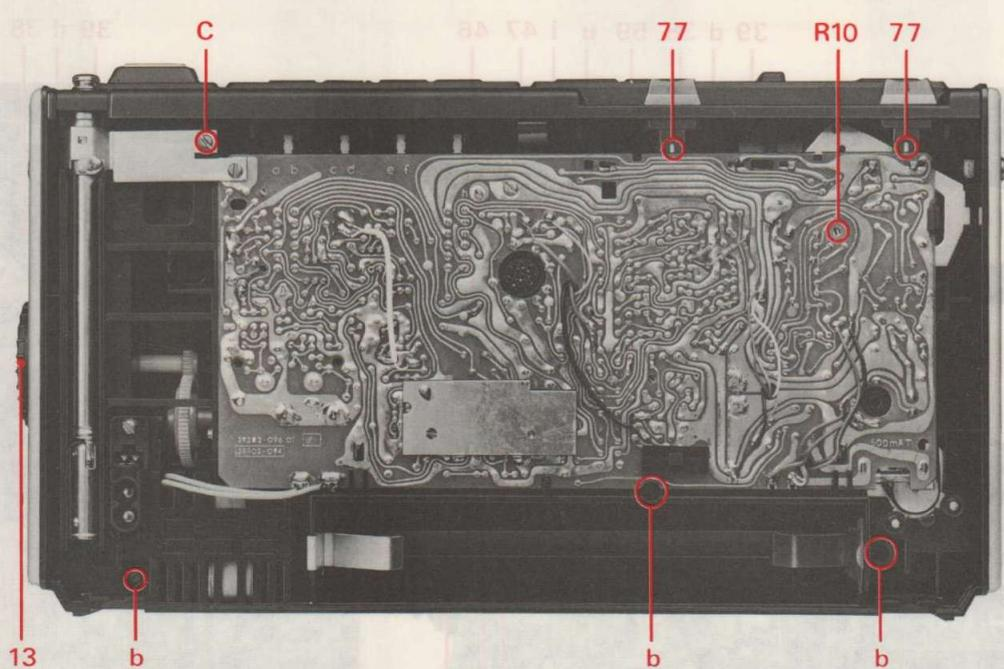

Abb. 2 Vorderwand abnehmen
15. Bandgeschwindigkeit einstellen (Abb. 2)